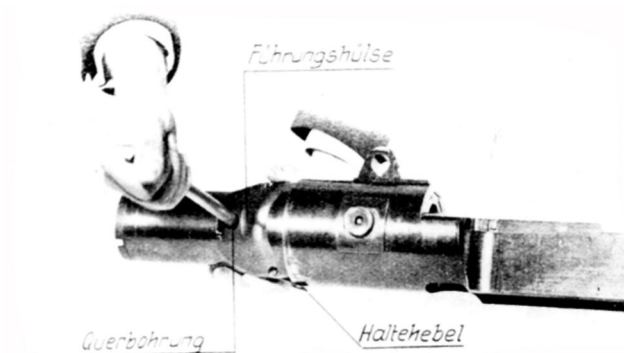

Abb. 58: Abschrauben der Führungshülse
6. Abschrauben der Führungshülse (Abb. 58)